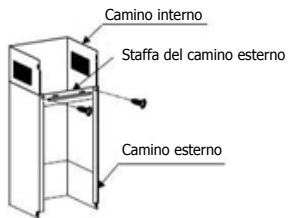

Figura 5
8. Assemblare il camino interno e il camino esterno e usare viti autofilettanti ST4x8 mm per fissare la staffa al camino esterno. Assicurarsi che il camino interno possa essere regolato all'interno del camino esterno. Vedere figura 5.